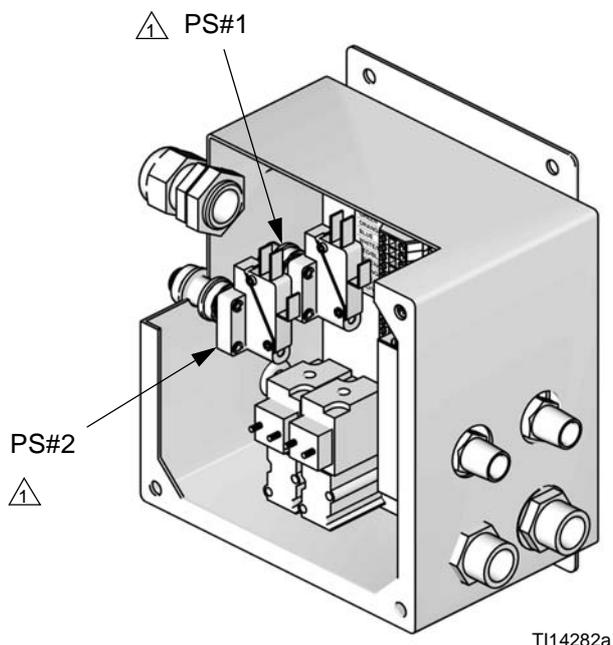

FIG. 4. Installazione del pressostato (ne sono mostrati due)
1. Ogni kit di contenitore di lavaggio pistola include un pressostato (PS). Il Modulo dei comandi pneumatici può accogliere 1 o 2 pressostati. Installare i pressostati sul lato sinistro del corpo del modulo. Vedere: FIG. 4.